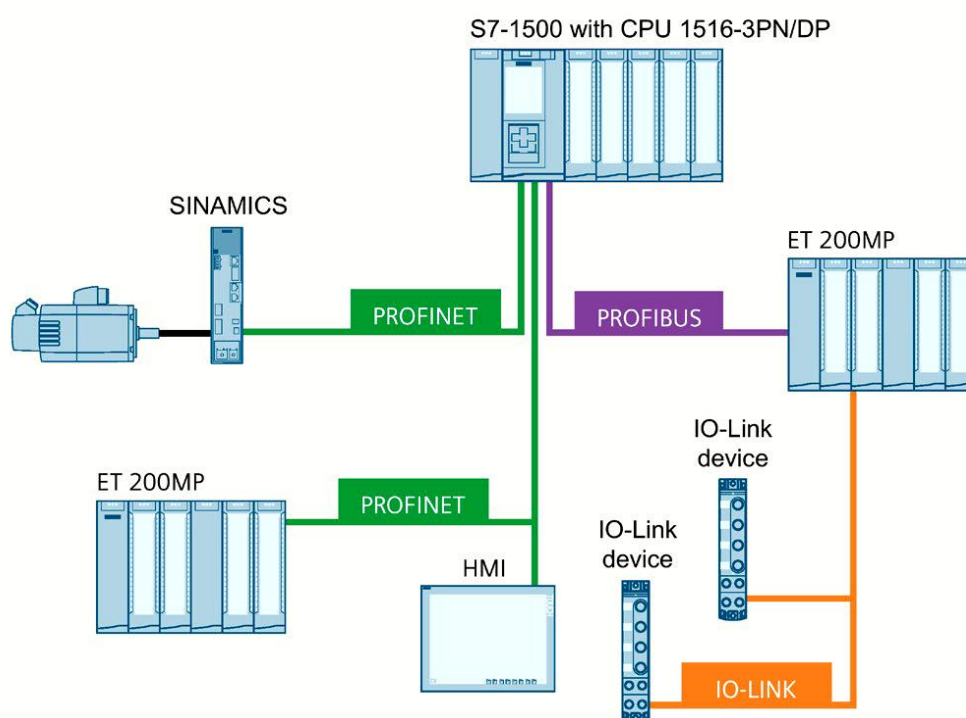

Рисунок 7.1 - Структурна схема мережевої системи розподіленого вводу/виводу на базі PROFINET IO та PROFIBUS DP
*Розподілений ввід/вивід* — це термін, який використовується для модулів вводу/виводу, підключених до центральної станції ПЛК через систему шини. Мережеві системи PROFINET IO та PROFIBUS DP використовуються в поєднанні зі станцією S7-1500. Структурна схема мережевої системи розподіленого вводу/виводу на базі PROFINET IO та PROFIBUS DP приведено на рис. 7.1.